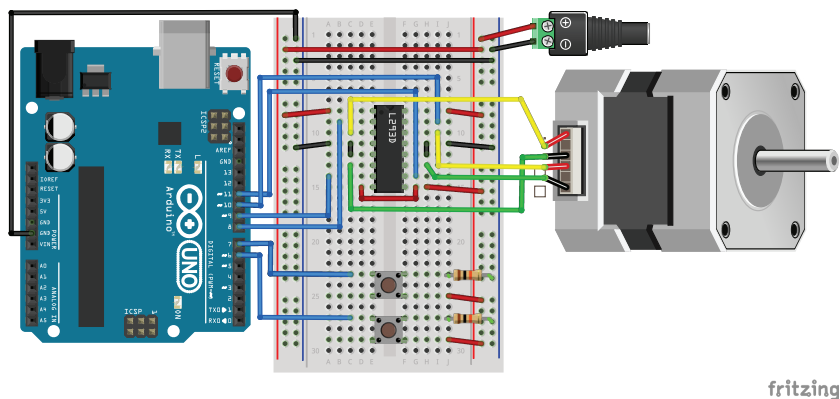

Рис. 19.2. Схема соединений шагового двигателя и Arduino
Подключим к Arduino шаговый двигатель и с помощью кнопок будем задавать перемещение шагового двигателя в разные стороны. Схема соединений для данного эксперимента показана на рис. 19.2.
1. Подключаем элементы к плате Arduino по схеме на рис. 19.2.